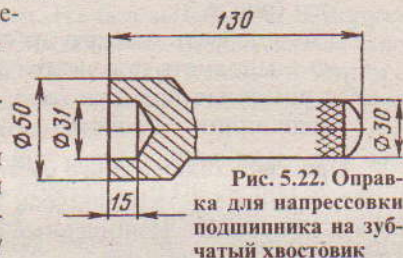

Рис. 5.22. Оправка для напрессовки подшипника на зубчатый хвостовик
- ✓ напрессовать на зубчатые хвостовики крайние подшипники с помощью оправки (рис. 5.22);